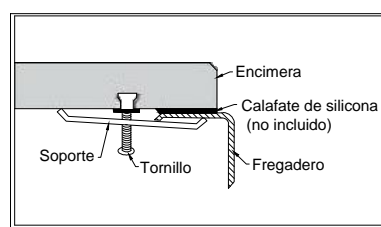

Figura 2
B. Montaje expuesto: el borde del fregadero queda expuesto alrededor 1/4" desde el borde de la apertura de la encimera. (FIGURA 2)